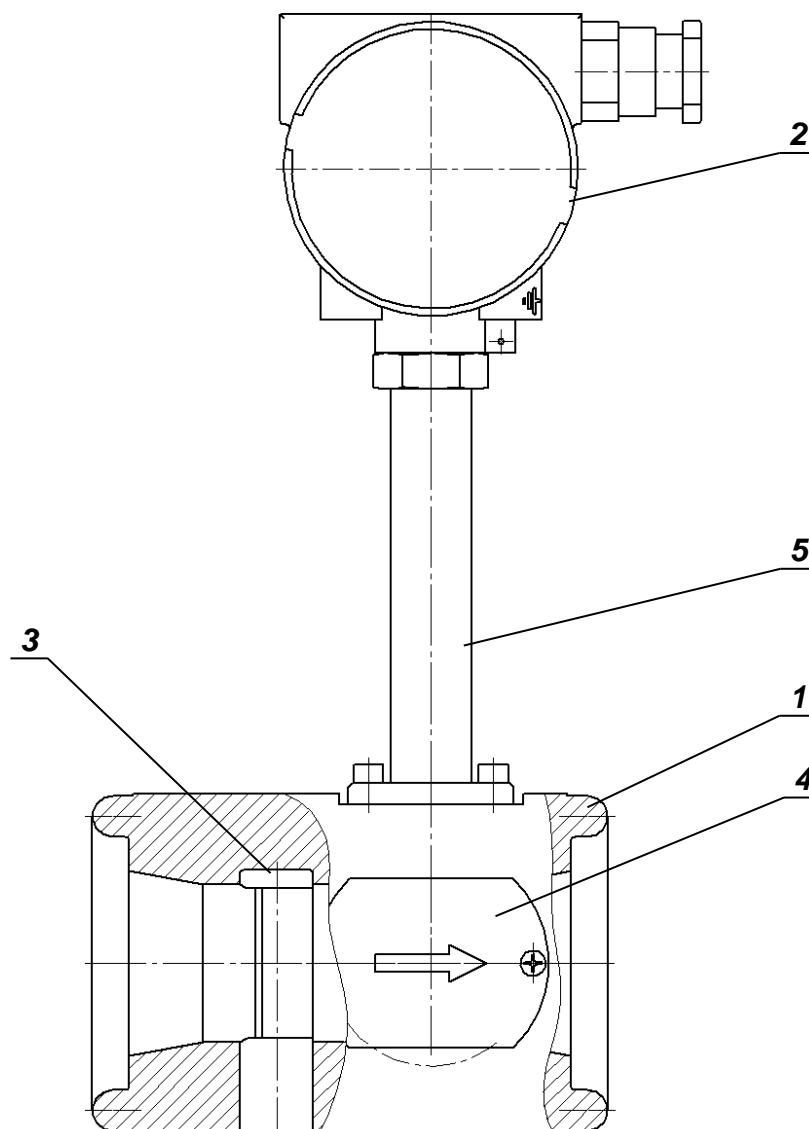

Рисунок 1.1 – Устройство преобразователя расхода
Полнопроходной преобразователь (см. рисунок 1.1) состоит из проточной части (1) и электронного блока (2). Проточная часть представляет собой полый цилиндр, в поперечном сечении которого установлено тело обтекания (3). За телом обтекания расположены чувствительные элементы (4) (сенсоры). Электронный блок (2) крепится на цилиндре проточной части с помощью трубчатой стойки с фланцем (5). Электронные платы размещены в электронном блоке.